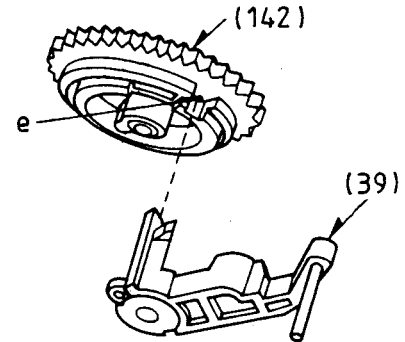
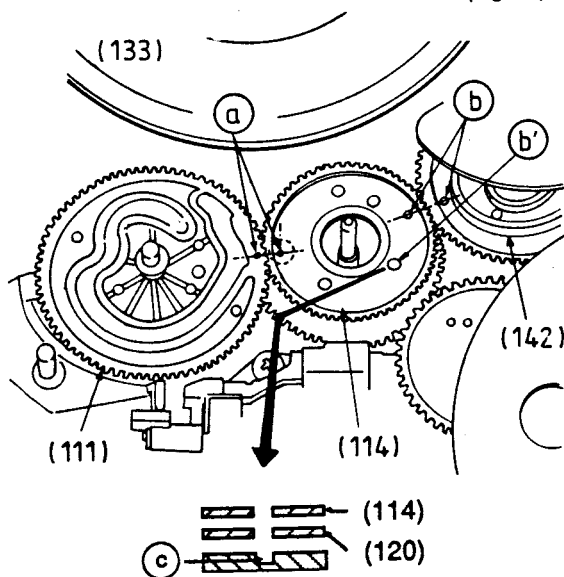

Fig. 50
Fig. 51
9.3 Ladekurvenrad (142), Zwischenrad (114)
- Ladekurvenrad (142) so einbauen, daß der Hilfsladehebel (39) in die Aussparung "e" eingreift (Fig. 50).
- Zwischenrad (114) auf das Ringrad (120) stecken. Die Markierungslöcher (a) des Zwischenrades (114) und des Kurvenrades (111), sowie die Markierungslöcher (b) des Zwischenrades (114) und des Ladekurvenrades (142) müssen gegenüberstehen. Gleichzeitig müssen das Markierungsloch (b) des Zwischenrades (114), das Markierungsloch (b) des Ringrades (120) und das Markierungsloch (c) im Laufwerkchassis übereinanderliegen (Fig. 51).
9.3 Loading Cam Gear (142), Intermediate Gear (114)
- Fit the Loading Cam Gear (142) so that the Sub Loading Lever (39) engages with the cut out "e" (Fig. 50).
- Fit the Intermediate gear (114) onto the Ring Gear (120). The marked holes (a) on the Intermediate Gear (114) and the Cam Gear (111) and the marked the holes (b) on the Intermediate Gear (114) and the Loading Cam Gear (142) must be aligned towards each other. Simultaneously the marked hole (b) on the Intermediate Gear (114), the marked hole (b) on the Ring Gear (120) and the marked hole (c) on the mechanical chassis must lie accurately over each other (Fig. 51).
9.3 Ruota di caricamento (142), ruota intermedia (114)
- Montare la ruota (142) in modo che la leva (39) si agganci nella fessura "e" (fig. 50).
- Incastrare la ruota (114) nella ruota ad anello (120). I fori (a) delle ruote (114) e (111) così come quelli (b) delle ruote (114) e (142) devono risultare esattamente allineati. Contemporaneamente il foro (b) della ruota (114), il foro (b) della ruota (120) ed il foro (c) del telaio devono sovrapporsi (fig. 51).